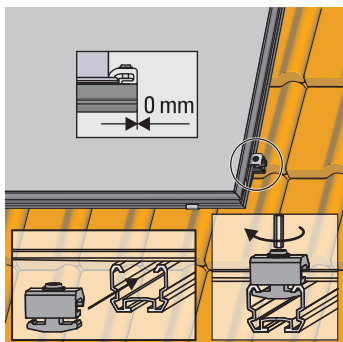

Bild 3-18 Korrekte Montageposition prüfen, Einzelklemmstein in das untere Montageprofil einschieben und festschrauben
4. Flachkollektor durch seitliches Verschieben so weit gegenüber den beiden äußeren Montageprofilenden ausrichten, dass der Abstand des Kollektorprofils zur Montageschienenaußenkante ca. 25 mm beträgt (Bild 3-18). Den Einzelklemmstein seitlich in die Montageprofilschiene einschieben (Abschluss bündig) und mit Innensechskantschlüssel festschrauben (Bild 3-18).